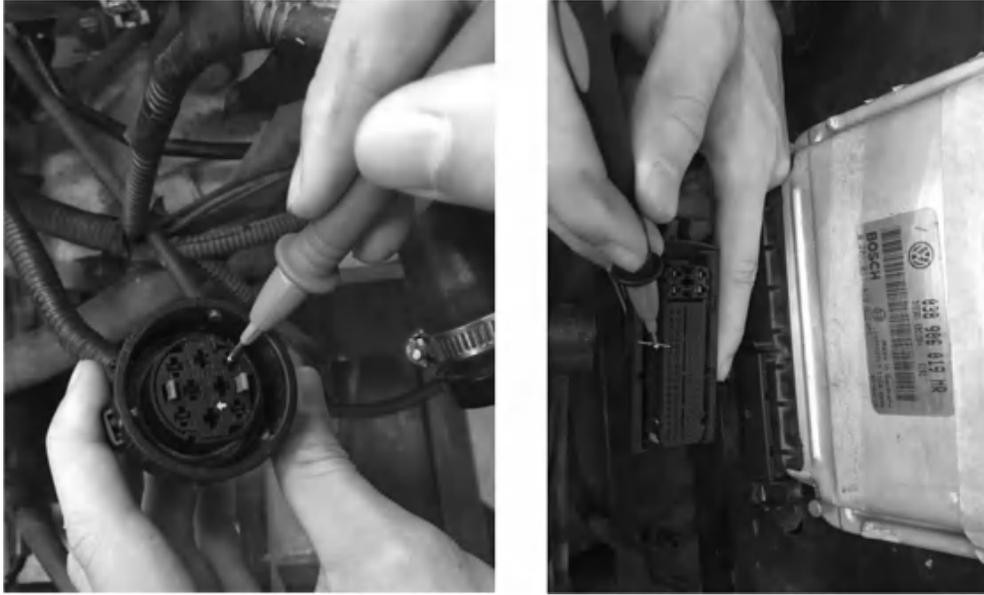

图 4-24 检查测试盒端子与插座间端子的线路是否断路
③按电路图检查测试盒端子与插座间端子的线路是否断路（见图4-24）：端子2与插口118、端子3与插口117、端子5与插口116、端子6与插口121、端子7与插口114，线路电阻最大为 $1.5\ \Omega$ 。另需检查线路间、对地及对蓄电池正极是否短路，规定值为无穷大。如在线路中未检测到故障，更换柴油直接喷射系统控制单元。